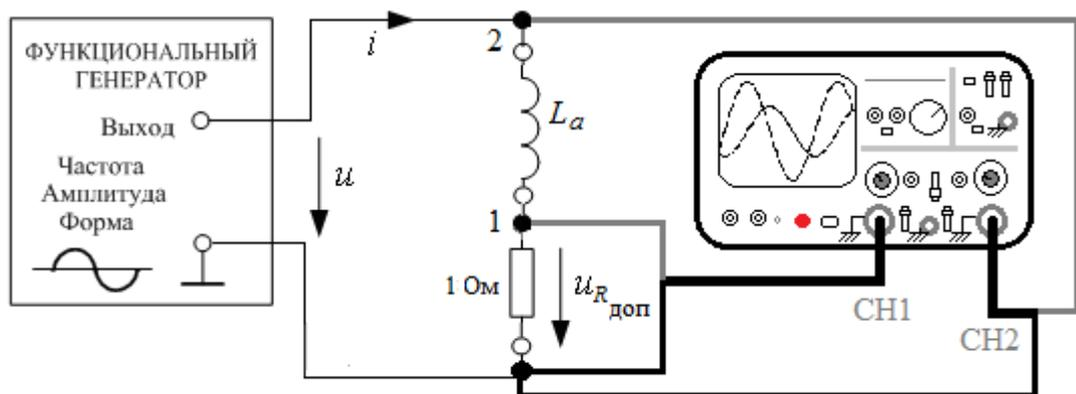

Рис. 1.2П
- Собрать цепь по рис. 1.2П. Получить на экране **ОСЦИЛЛОГРАФА** изображения кривых мгновенных значений напряжения и тока на идеальной индуктивной катушке  $L_a$ . Полученные изображения занести в отчет.